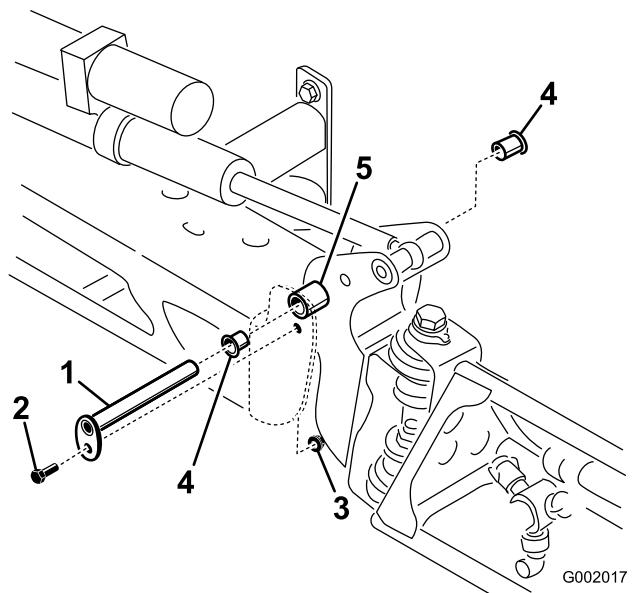

Figura 62
3. Con el peso del brazo apoyado, retire el perno y la tuerca que fijan el pasador de giro al conjunto del brazo (Figura 62). Retire el pasador de pivot.
5. Retire los casquillos de nylon desde delante y desde detrás del soporte del pivot e inspecciónelos (Figura 62). Sustituya cualquier casquillo dañado.
7. Instale el conjunto de brazo y soporte del pivot en el bastidor central, alineando los orificios (Figura 62).